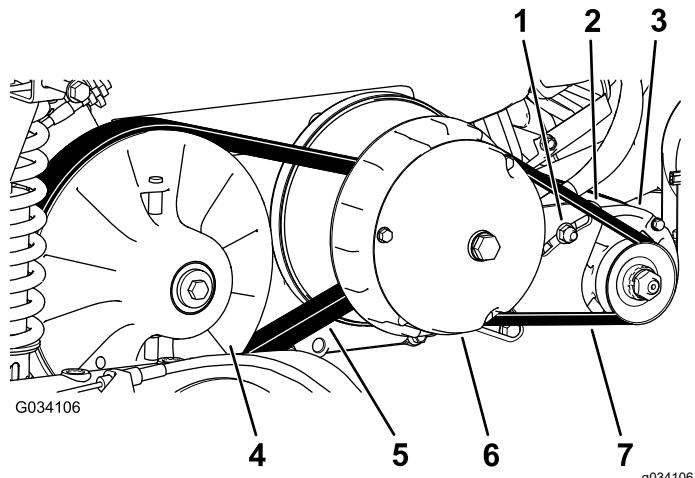

図 62
- 2次クラッチ図 62を回してみる自由に回ればニュートラルにセットされている。
- 2次クラッチ図 62を回して、前進位置で自由に回るかどうかを調べる。
- 2次クラッチ図 62を回して、後退位置で自由に回るかどうかを調べる。
4. ベルト図 62を手で回転させながら、磨耗や破損がないかを点検する。
3. 2次クラッチを回しながら2次クラッチ部分でベルトを外す(図 62)。
4. 1次クラッチからベルトを外す(図 62)。
5. 新しいベルトを一次クラッチに掛ける図 62。
6. 2次クラッチを回しながら2次クラッチ部分でベルトを外す(図 62)。
2. スタータジェネレータのピボットナットをゆるめる図 62。
4. バールを下に押してスタータを下げる。ベルトを 44 N·m/4.5 kg の力で押した時のたわみが 6 mm になるようにスタータの位置を調整する図 62。
5. ピボットナットを手締めし、バールを取り外す図 62。